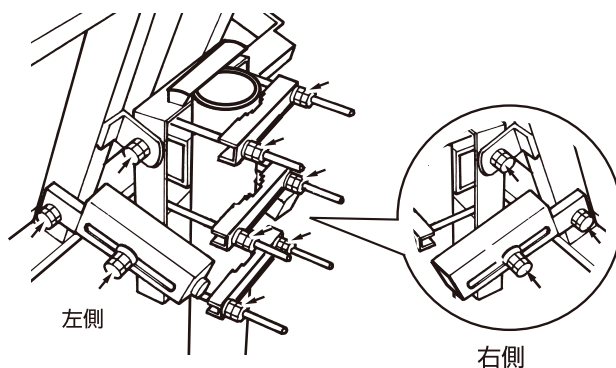

図5
- 15 矢印で示すボルトおよびナット(12か所)を強固に締め付けます。(図5)